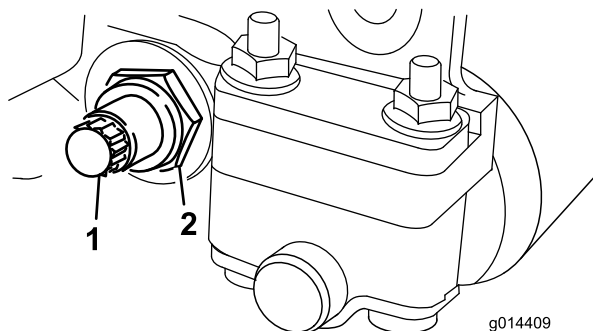

Figura 18
2. Faça recuar a porca da mola tensora até que a anilha deixe de estar sob tensão contra a barra de apoio (Figura 18).
3. Desaperte a porca de bloqueio que segura a cavilha da barra de apoio, em cada um dos lados da máquina (Figura 18).